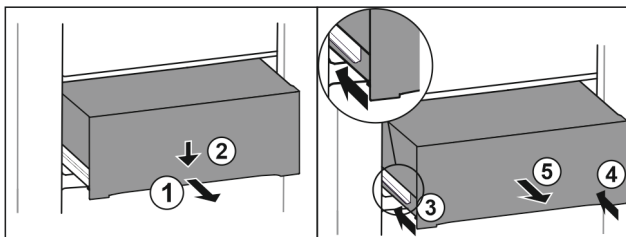

Fig. 104
- ▶ Lade er half uittrekken. Fig. 104 (1)
- ▶ Schuiflade aan de voorzijde omlaag drukken. Fig. 104 (2)
- ▶ Linker rail ca. 2 cm inschuiven. Fig. 104 (3)
- ▶ Rechter rail ca. 2 cm inschuiven. Fig. 104 (4)
- ▶ Lade naar voren toe verwijderen. Fig. 104 (5)